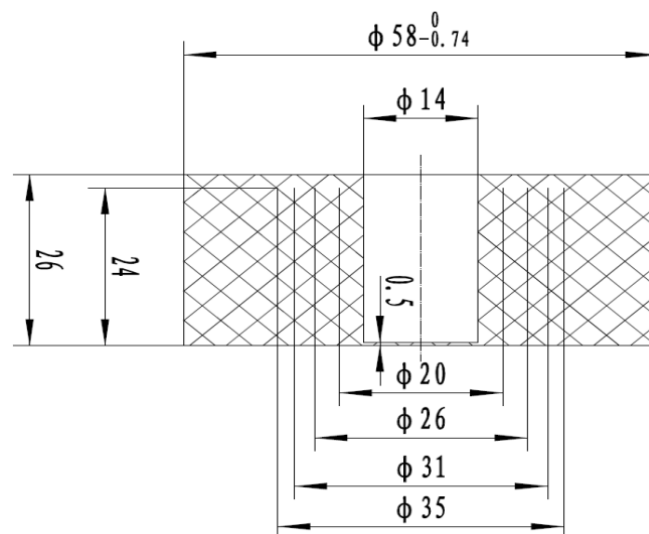

图 2
4.12 电缆的外径要与密封圈（图 2）的孔径相符，配合直径差不大于 1mm，当压紧接线头后，应保证密封圈与电缆之间及密封圈与接线盒座之间无间隙，否则将失去隔爆性能。